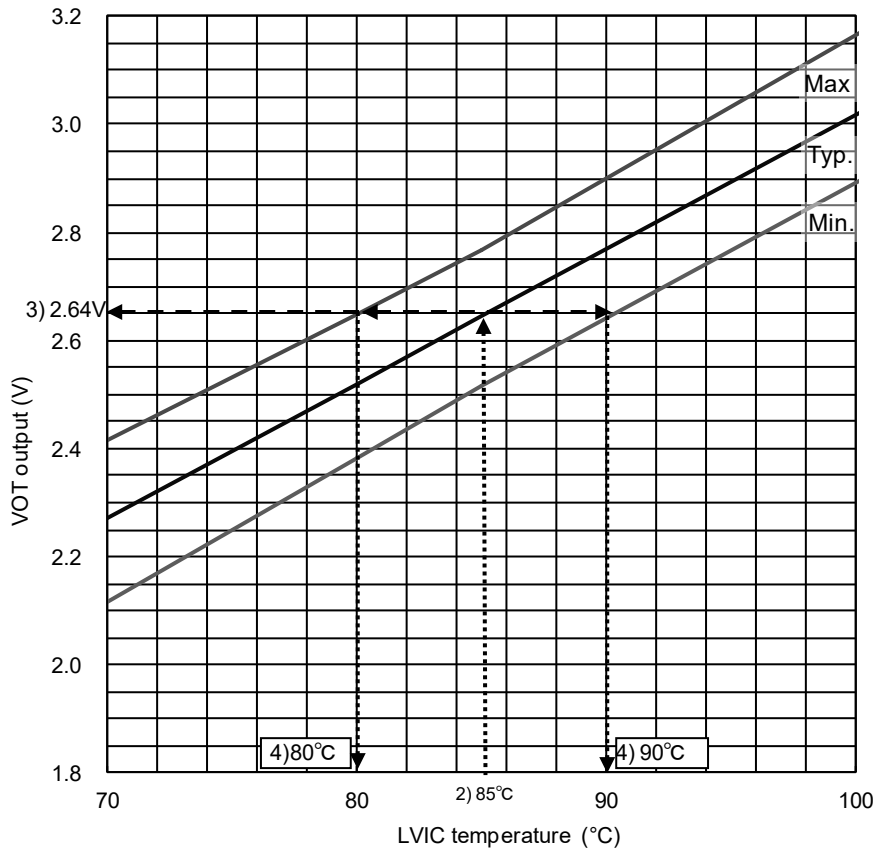

図 2-2-15 VOT 出力電圧-LVIC 温度関係 (図 2-2-12 の拡大図)
3) V _{OT} 出力特性より 2) で求めた Tic の時の V _{OT} 出力電圧を図 2-2-15 から求める	V _{OT} =2.64V (@Tic=85°C)を保護設定値とする。
4) 3) で求めた V _{OT} 時の Tic の温度バラツキ範囲を図 2-2-15 で確認する。	Tic=80°C~90°C (@V _{OT} =2.64V)